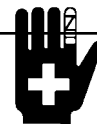

Figure 5 Placer la laine de roche
- Placez de la laine de roche de la taille d'un dix sous uniformément sur le dessus du sable et de la vermiculite pour donner un effet de tisons brillants. Voir la figure 5.